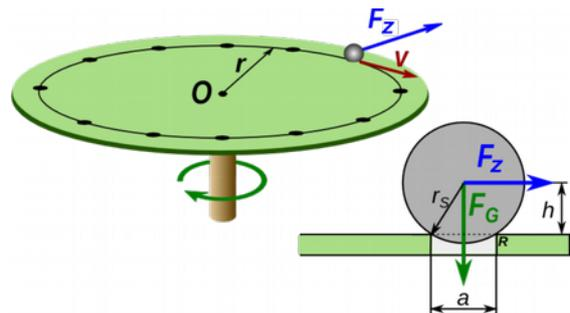

Fig. 80
- Die Lochscheibe wird von einem Motor um die vertikale Achse gedreht. In einer Bohrung mit  $8\text{ mm}$  Durchmesser liegt eine Kugel mit  $16\text{ mm}$  Durchmesser (siehe Fig. 80). Die Drehzahl wird dauernd erhöht und bei  $45$  Umdrehungen pro Minute rollt die Kugel von der Scheibe.